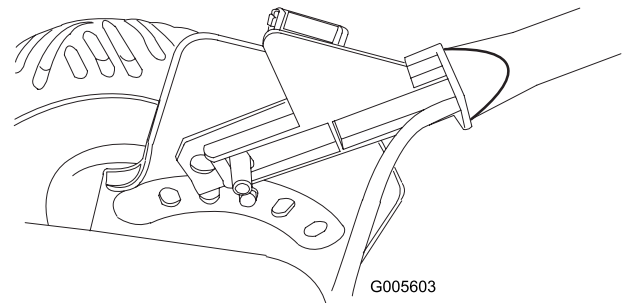

Bild 5
3. Halten Sie das Ende des linken unteren Griffs fest, schieben Sie die Kabelführung auf das Ende des rechten unteren Griffs, schieben Sie das Griffende und die Kabelführung nach innen, und montieren Sie sie auf dem Stift an der rechten Griffhalterung (Bild 5).